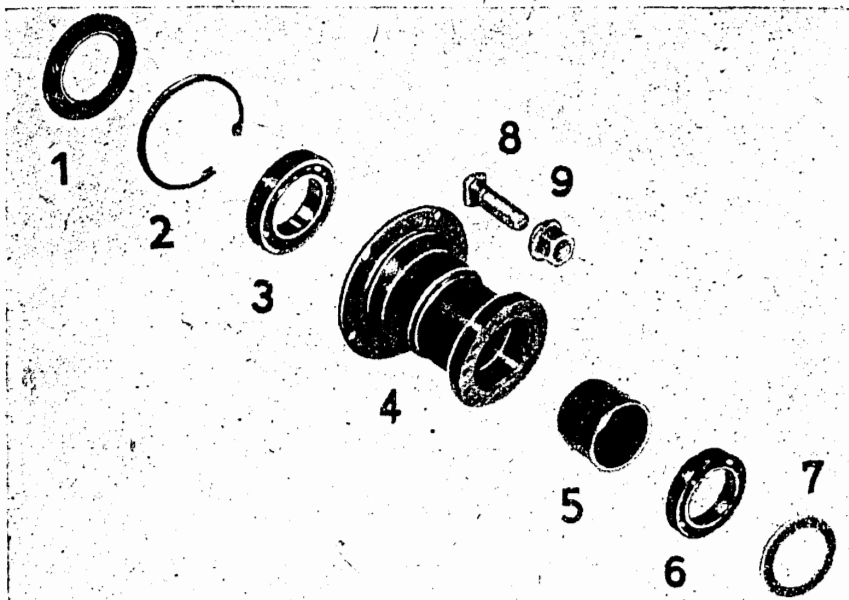

Bild H 10. Radnabe demontiert
21. Radnabe demontieren (Bild H 10).